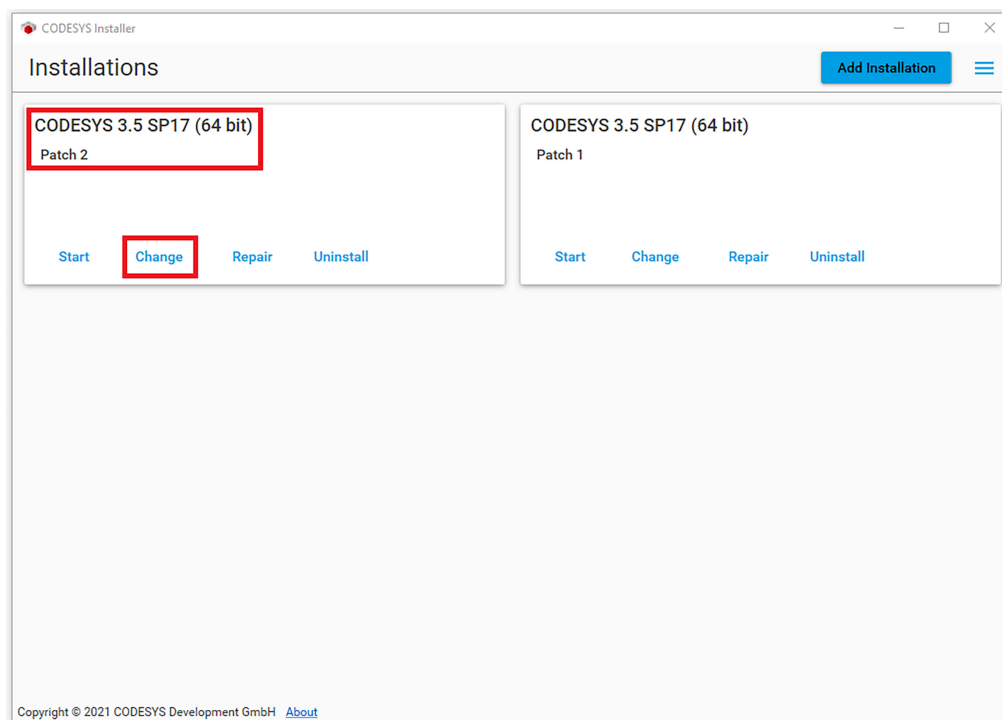

Figura 14.1: Tela principal do CODESYS Installer. Instalando um novo pacote
- 4) Serão mostradas todas as instalações do CODESYS presentes no computador. Escolha a versão de interesse e clique em **Change**, conforme Figura 14.1 na página 14-2.